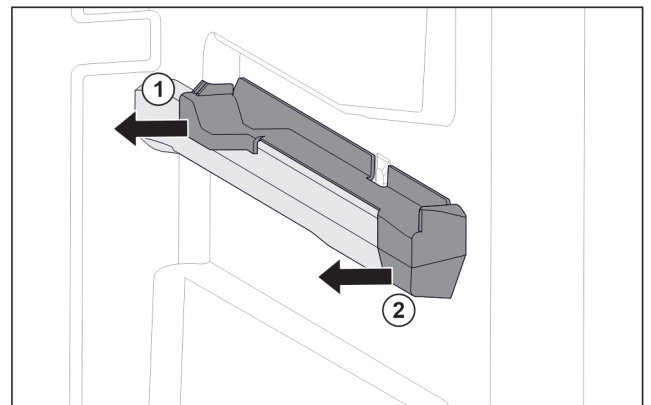

Fig. 58 Insteekeslement op rechter containerrib
- ▶ Insteekeslement onder achter grijpen. Fig. 58 (1)
- ▶ Insteekeslement achter naar de zijkant toe eraf trekken. Fig. 58 (2)